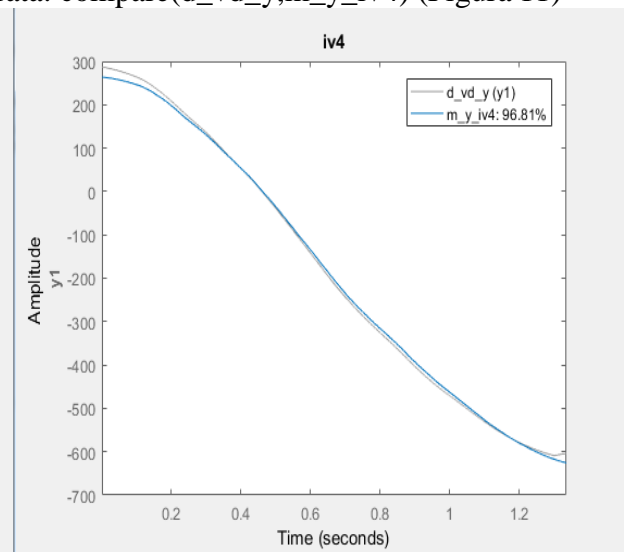

Figura 11
- comparam iesirea modelului cu iesirea masurata: compare(d\_vd\_y,m\_y\_iv4) (Figura 11)